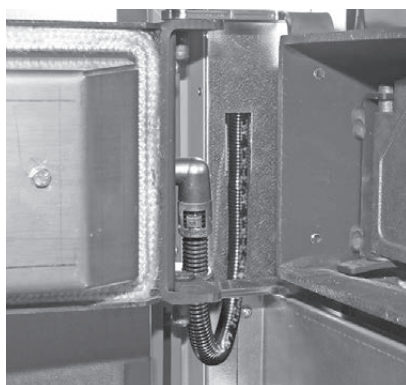
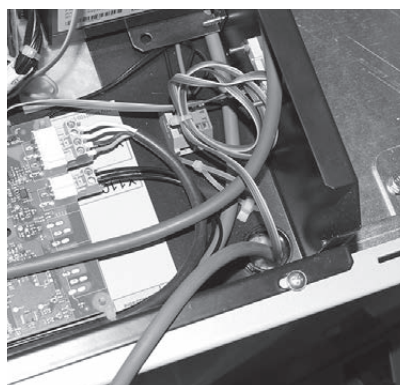
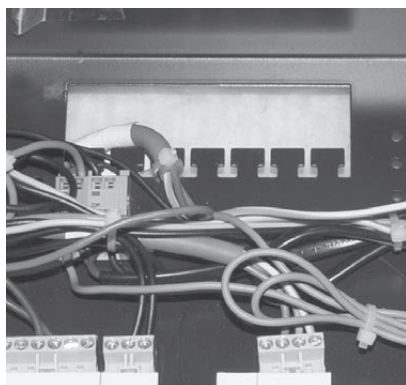

fig. 15 Passare il cavo dietro il supporto dello sportello e infilarlo nella parete laterale.
fig. 16 LogWIN Klassik: Passare il cavo attraverso l'apertura nel quadro di comando.
fig. 17 LogWIN Premium Touch: Passare il cavo attraverso l'apertura nel quadro di comando.
- Passare il cavo nella parete laterale (fig. 15) infilandolo verso l'alto fino al passaggio verso il quadro di comando, fig. 16, fig. 17. Rompere dapprima la prepunzonatura (passaggio) nella parete laterale.